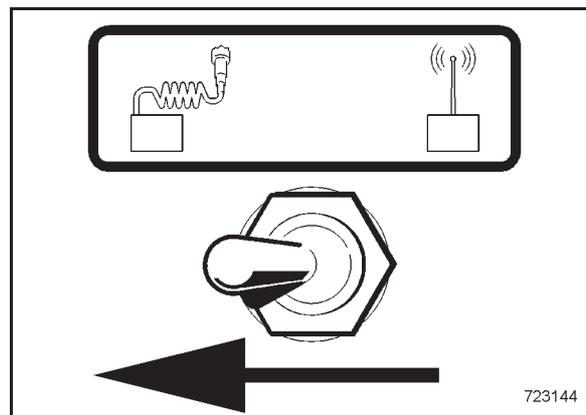

Bild 44
- Vor dem Starten des Motors Kippschalter (Bild 44) nach links auf Stellung „Kabelbetrieb“ legen